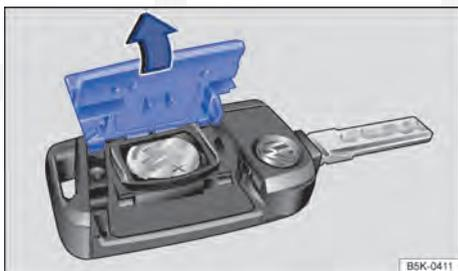

Fig. 21 Chave do veículo: abrir a cobertura do alojamento da bateria.
- Remover a cobertura no lado posterior da chave do veículo com um objeto adequado, por exemplo, uma moeda, ⇒ Fig. 21 no sentido da seta ⇒ .
- Posicionar a cobertura conforme indicado ⇒ Fig. 21 e pressionar no sentido contrário ao da seta sobre a carcaça da chave do veículo até encaixar.